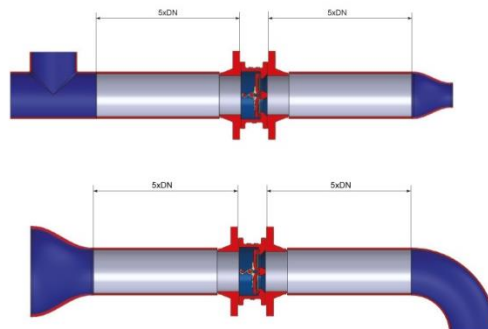

рис. 1
- Для стабильной работы клапана необходимо клапан устанавливать на прямолинейном участке трубопровода. Длина прямолинейного участка до и после клапана должна быть не менее  $5 \times DN$  (рис.1). Также необходимо учитывать гидравлические характеристики клапанов (см. диаграммы).